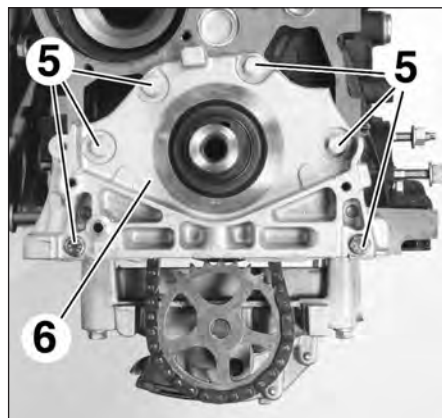

FIG.15
- les vis (5) du carter de fermeture (6) côté pompe à huile (Fig.15),
- le carter (6) de fermeture coté pompe à huile,